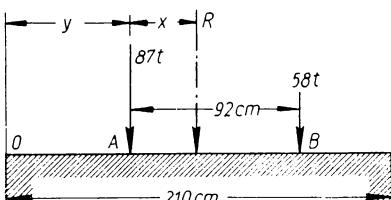

Bild 193
- 323.** Ein gemauerter Brückenpfeiler in einem Flusslauf hat die Auflagerdrücke von zwei Brückenträgern aufzunehmen, nämlich 87 t und 58 t . Der waagerechte Abstand dieser Kräfte beträgt 92 cm (Bild 193). Gesucht wird a) die